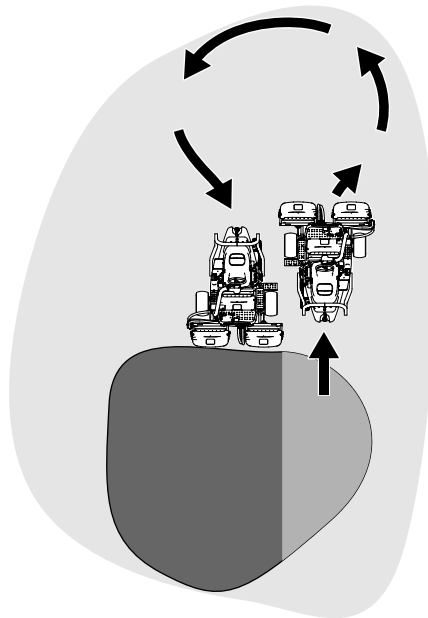

図 28
6. Uターンするとき、一旦反対側にハンドルを切ってから旋回すると、楽に、しかも効率良く回ることができて次の列そろえが楽になります。反対側に軽く振ってから旋回すると雨だれ形の旋回 図 28 になって、スムーズに次の列に入ることができます。